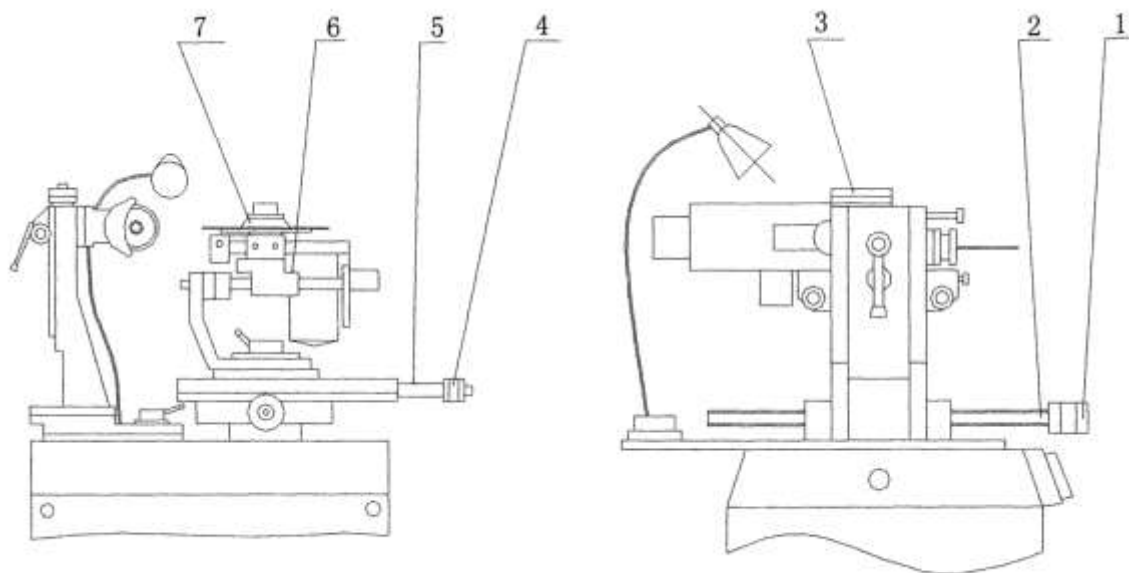

Рис. 10
11.5.1. Необходима регулярная смазка всех движущихся деталей и узлов в соответствии с таблицей 6 и в точках, указанных на рис. 10.